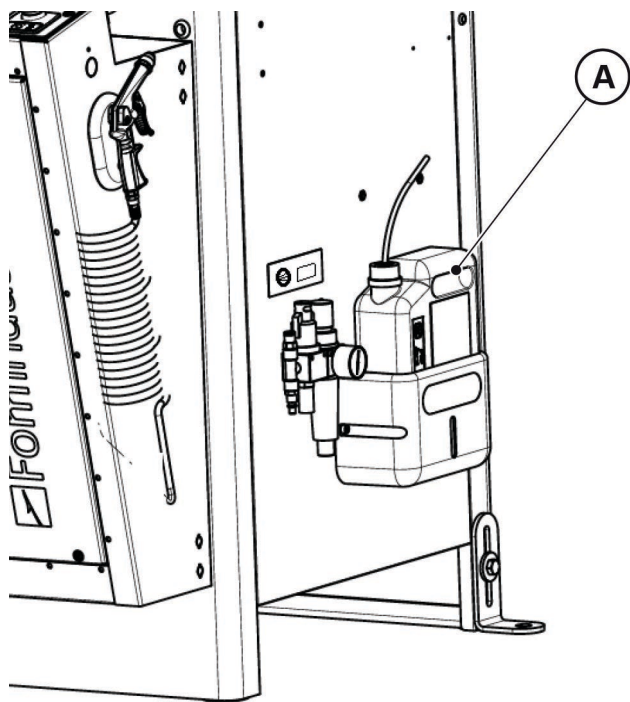

Fig. 09-01
- Controllare il livello dell'olio di lubrificazione del taglio "A" (**Fig. 09-01**)